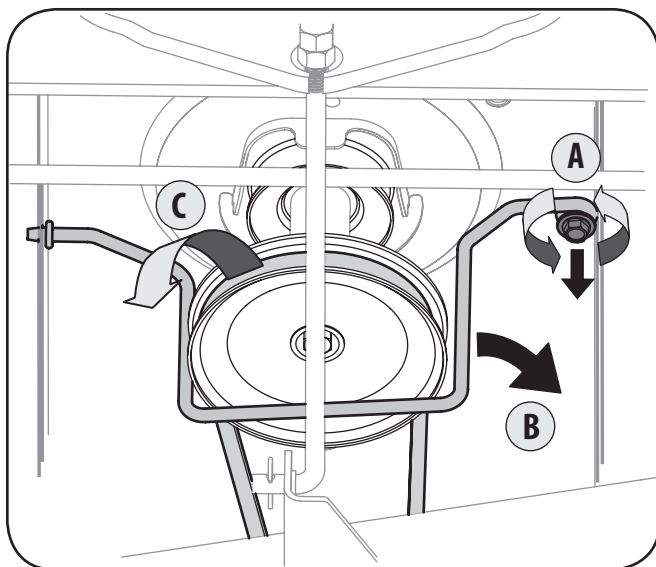

Figura 7-1
3. Quite la vara de encargado de cinturón, de alrededor de la polea de motor del tractor, quitando el tornillo de autogolpeado (A) que lo asegura. Ver el Figura 7-1.